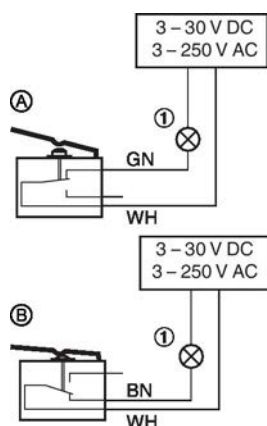

Fig. 47: Câblage pour interrupteur fin de course, exemple
- Les interrupteurs de fin de course doivent être raccordés suivant l'exemple de câblage ci-contre. Voir la Fig. 47